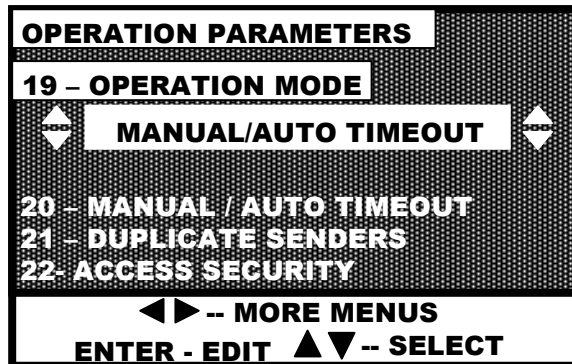

fig. 1
7. Touch **DOWN** arrow to display **"MANUAL/AUTO NO WARNING"** (*fig. 1*)